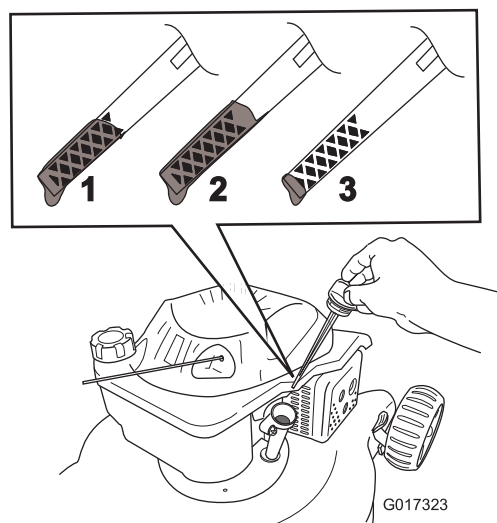

Figure 22
- Sortez de nouveau la jauge et vérifiez le niveau d'huile (Figure 22).